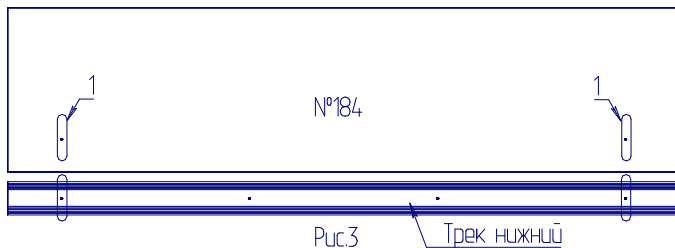

Рис.3
3. Совместить трек компл.№77 (Р) с деталью №184 по существующим отверстиям 1 (рис.3). Закрепить трек с помощью компл.№77 (П).